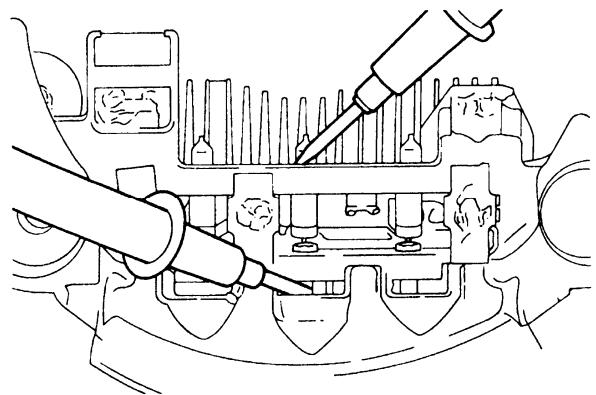

图 9-46
③三个二极管的检查，可将万用电表接在各二极管的两侧来检查三个二极管的导通状况（见图 9-46）。